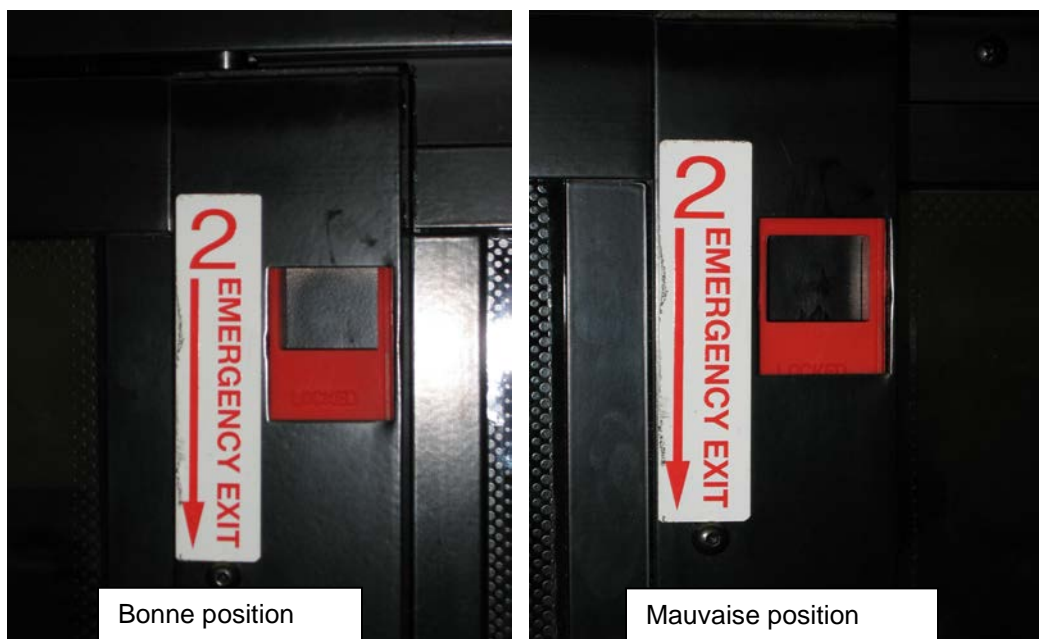

FIGURE 45 : POSITION CORRECTE DU LOQUET DE BLOCAGE
6. S'assurer que les deux loquets sont en position fermée (verrouillée). Le bord supérieur de l'ouverture du loquet et le bord supérieur de l'ouverture du châssis doivent être alignés (Figure 45).